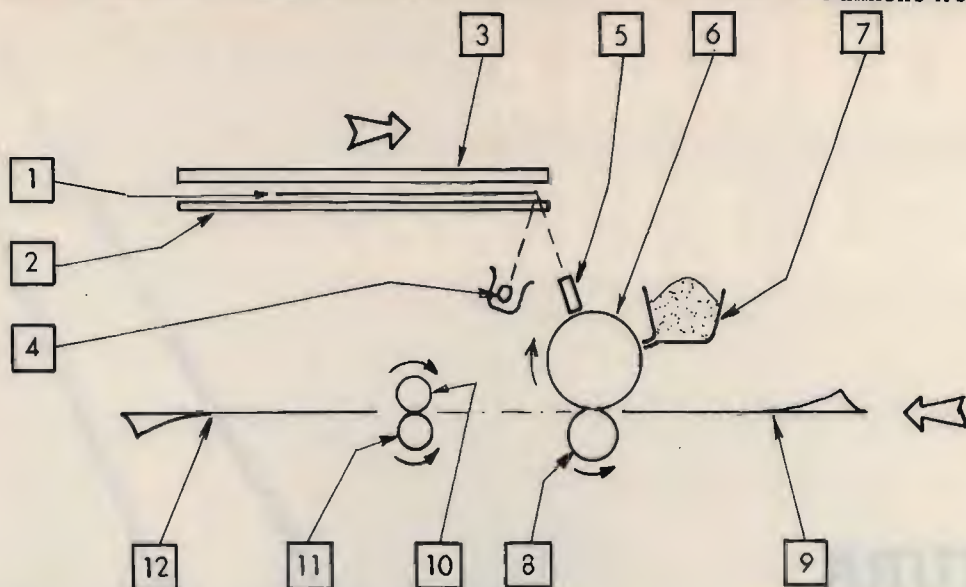

figura 9
La figura 9 schematizza le componenti fondamentali nella posizione iniziale di un ciclo di stampaggio: l'originale (1) è posizionato a faccia in giù su una lastra di vetro (2) facente parte di un carrello e tenuto in posizione dal coperchio (3). Premendo il pulsante "START" il carrello inizia a traslare verso destra esponendo l'originale alla luce della lampada (4). La luce riflessa dall'originale percorre un fitto pettine di fibre ottiche (5) e va a colpire il tamburo al selenio (6), su cui riproduce l'immagine originale sotto forma di cariche elettrostatiche.